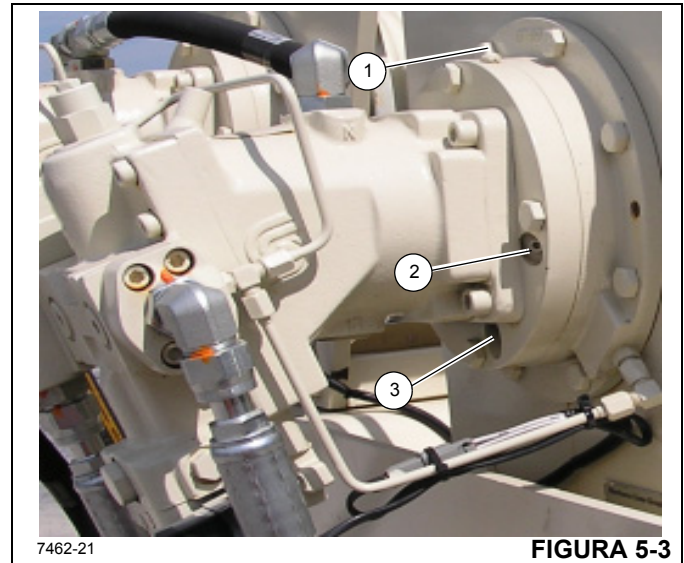

FIGURA 5-3
Para revisar el aceite de freno del malacate, saque el tapón de inspección (2, Figura 5-3) e inspeccione el nivel de aceite visualmente. El líquido deberá estar al nivel del fondo del agujero de inspección. Si se necesitan más fluidos, agregar a través del agujero del tapón de llenado y del ventilador del aceite de freno hasta que el aceite esté en el nivel inferior del agujero de inspección (1).
Para vaciar y añadir aceite nuevo, quite el tapón de vaciado (3, Figura 5-3), tapón de inspección (2) y tapón de ventilación (1), y vacíe el aceite hidráulico. Vuelva a instalar el tapón de vaciado (3) y añada fluido por el agujero de inspección (2), hasta el nivel inferior del agujero de inspección. Instale el tapón de inspección y el tapón de ventilación (1) e inspección de aceite (2). Consulte la *Lubricación*, página 5-3. La capacidad de llenado del freno de malacate es 0.23 l (0.25 qt).
Se recomienda cambiar el aceite en el mecanismo y en las secciones del freno después de las primeras 50 horas de funcionamiento y cada 1000 horas o 6 meses de uso. El aceite del mecanismo se vacía retirando el tapón con respiradero/de vaciado (vea la Figura 5-3).